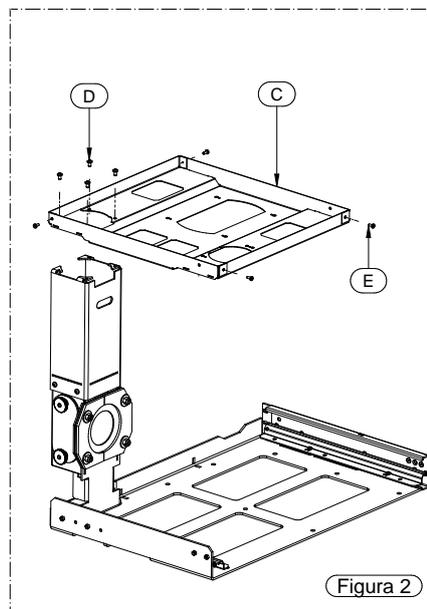
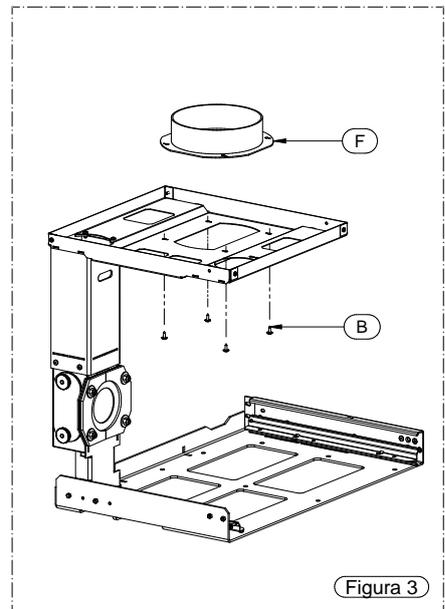
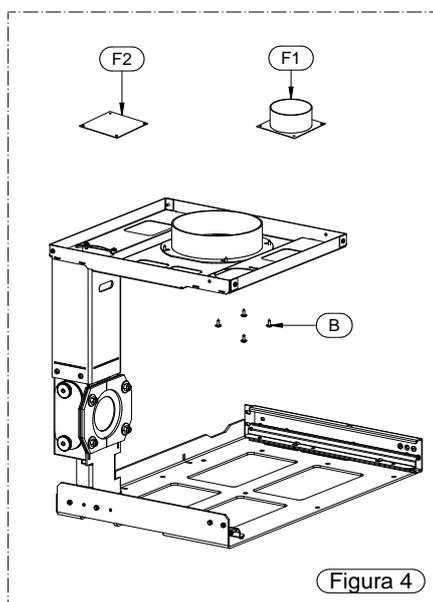

Figura 2
Figura 3
Figura 4
Fissare la base fissa con tasselli ad espansione d'acciaio di D.10 mm (non forniti) come indicato nella Figura 1. La quantità di tasselli da usare è in funzione al tipo di supporto su cui si installa l'inserto, seguire a tal proposito la dima di foratura riportata nella Figura 2. Se il supporto risulta essere non compatto si consiglia di rifare il supporto in calcestruzzo ove fissare il basamento in modo stabile. In seguito riposizionare l'inserto sopra la base (Figura 3), ruotare infine di 90 gradi in senso anti orario il blocco anti estrazione (Figura 4).
- 2) Fissare saldamente il Kit supporto e caricamento al pavimento con tasselli ad espansione d'acciaio di D.10 mm garantendo che la quota A sia maggiore della quota B (vedi Figura 2). Si consiglia vivamente di verificare che il pavimento dove vengono fissati i tasselli sia compatto e adatto a supportare l'eventuale trazione data dall'estrazione dell'inserto per il caricamento e procedere poi ad assemblare la base fissa al "Kit supporto e caricamento".
- Fissare le 2 viti (E) TC+3,9X9,5 al supporto C, fissare poi il supporto C alla staffa A attraverso le 4 viti (D) TC+4,8X16 (Figura 2).
- Assemblare poi il collare (F) con le viti in dotazione B (vite TBFR+3.9x13). Attenzione: è molto importante installare il collare come indicato nella Figura 3.
- Se non si vuole canalizzare l'aria, fissare la flangia (F2), presente sul sacchetto accessori, con le viti in dotazione B direttamente sul corpo dell'inserto. Se si vuole utilizzare la canalizzazione fissare il collarino (F1), presente sul sacchetto accessori, sul supporto (C) attraverso le viti in dotazione B, (Figura 4).
Il pannello comandi può essere portato all'esterno della struttura prevista per l'inserito e installato a muro, in quanto viene dotato di un cavo di collegamento di lunghezza totale di 3 metri. Può essere installato all'interno della botola di ricarica nel caso si acquistasse il Kit rapido fisso, come indicato nella Figura 3.